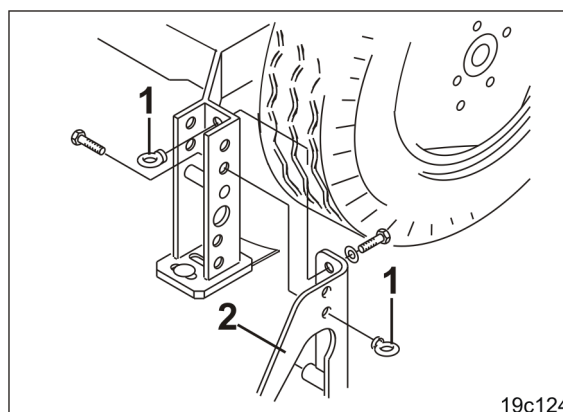

Fig. 183
- 1.1 Løsn to øjemøtrikker (Fig. 183/1).
- 1.2 Fjern hjulsporløsneren (Fig. 183/2).